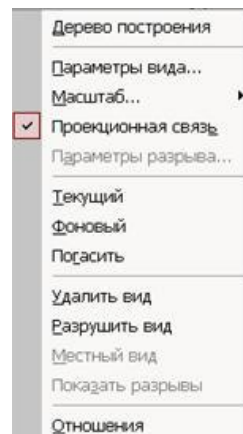

Рисунок 21 -Контекстное меню редактирования вида
2. Щелкнуть правой клавишей мыши внутри габаритной рамки для вызова контекстного меню (рис.21).